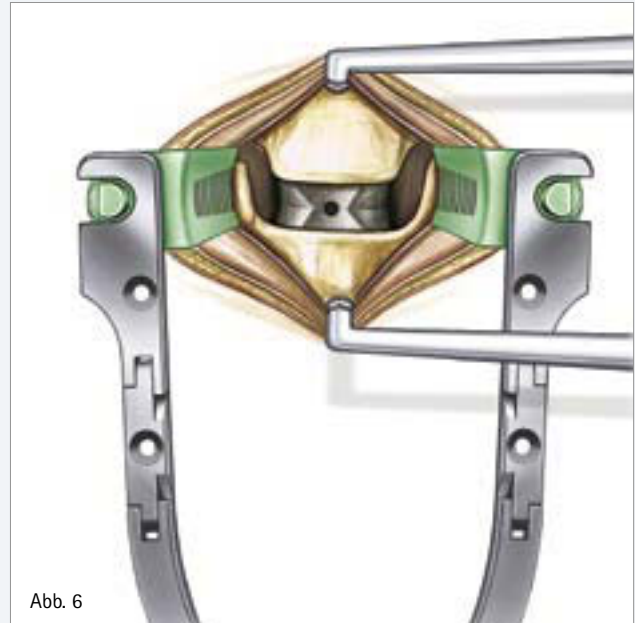

Abb. 6
- Das CeSPACE® Implantat sollte mittig in AP und jeweils 1-2 mm von der vorderen und der hinteren Wirbelkörperkante platziert werden (Abb. 6).